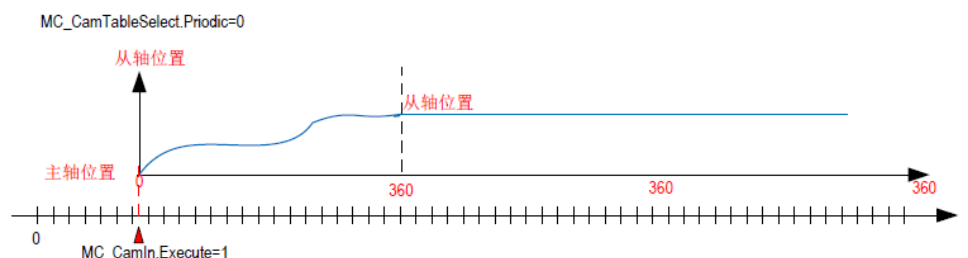

图 8-2 单周期模式
- 1、 单周期模式 (Periodic:=0): 凸轮表周期运行完毕后, 从轴脱离凸轮运行状态, 如图 8-2 所示;